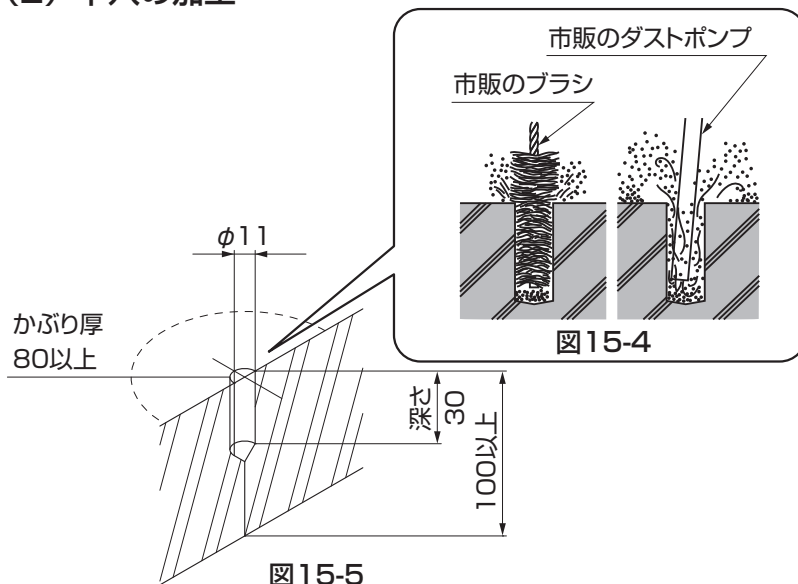

図15-5
①引戸本体を取外し、φ11のドリルで基礎部に必要な深さの穴をあけてください。(図15-5参照)